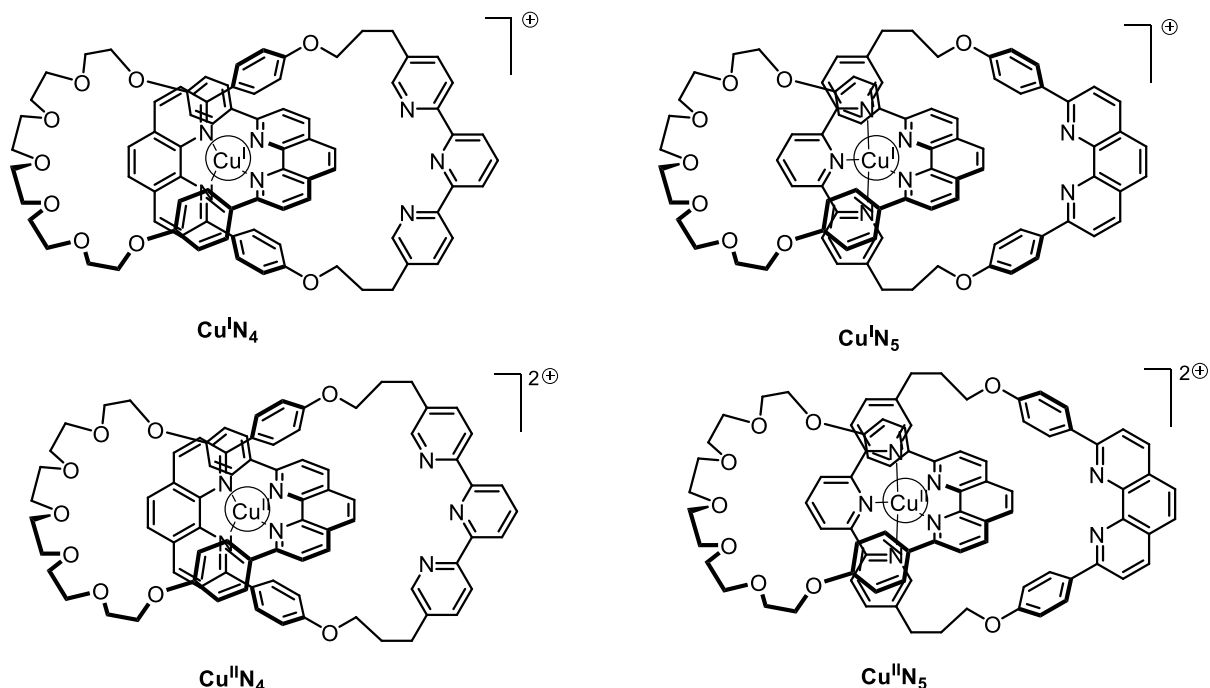

Fig. 2 – Estados del [2]catenano **L**
11. **Rellene** las cajas de línea continua (*solid boxes*) con la asignación del complejo involucrado en Fig. 2 y **complete** la secuencia para cumplir con el control electroquímico del sistema, usando la siguiente notación para las cajas a trazos (*dashed boxes*):  (rotación); $+e^-$; $-e^-$.